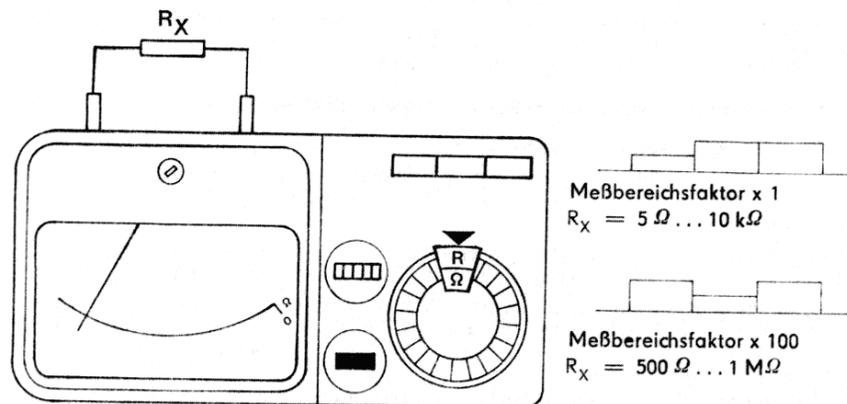

Bild 2
Nach dem Abgleich ist die Kurzschlußtaste (5) loszulassen und der zu messende Widerstand an die Eingangsbuchsen (6) anzuschließen (siehe Bild 2).